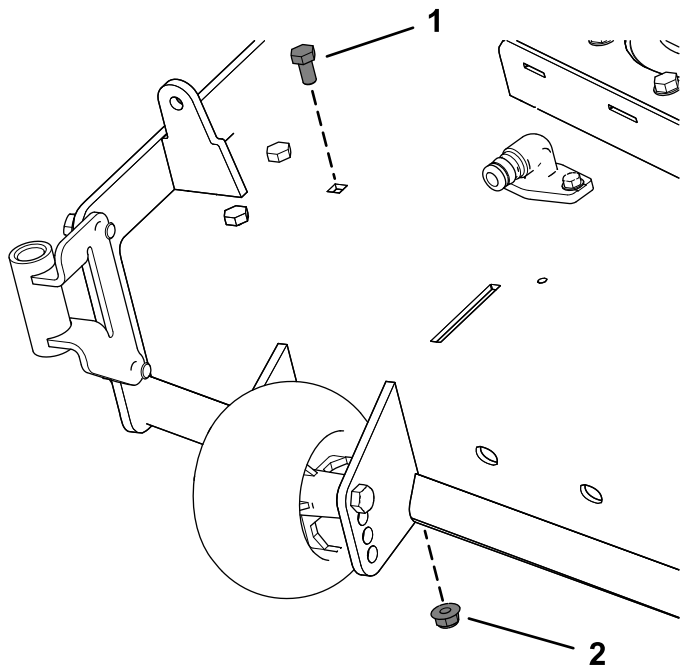

Bild 8
2. Nehmen Sie die vorhandene Schraube und Mutter vom Mähwerk ab (Bild 8).
Entfernen Sie am 137-cm-Mähwerk die Schraube und Mutter, wie in Bild 8 abgebildet.